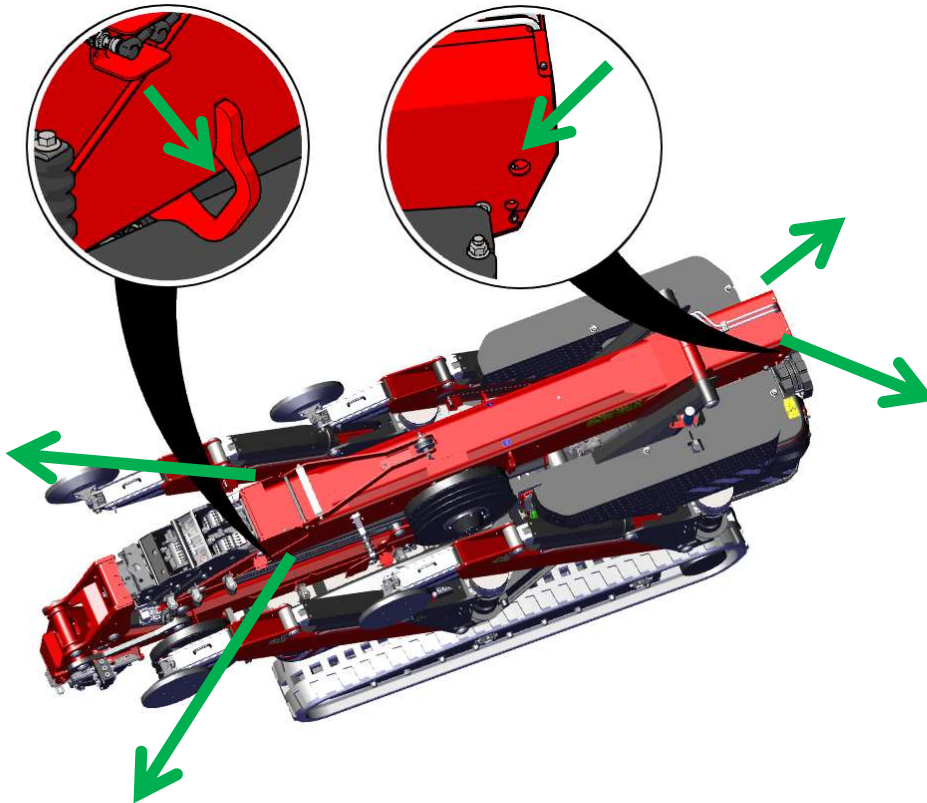

Abbildung 63: Fixieren am Hauptausleger
- Stellen Sie den Schlüsselschalter an der Rückseite des Krans in Stellung (0).
- Fixieren Sie die Maschine, indem Sie vier Spanngurte in den Aussparungen im Hauptausleger anbringen, wie hier dargestellt. (siehe Abbildung 63)